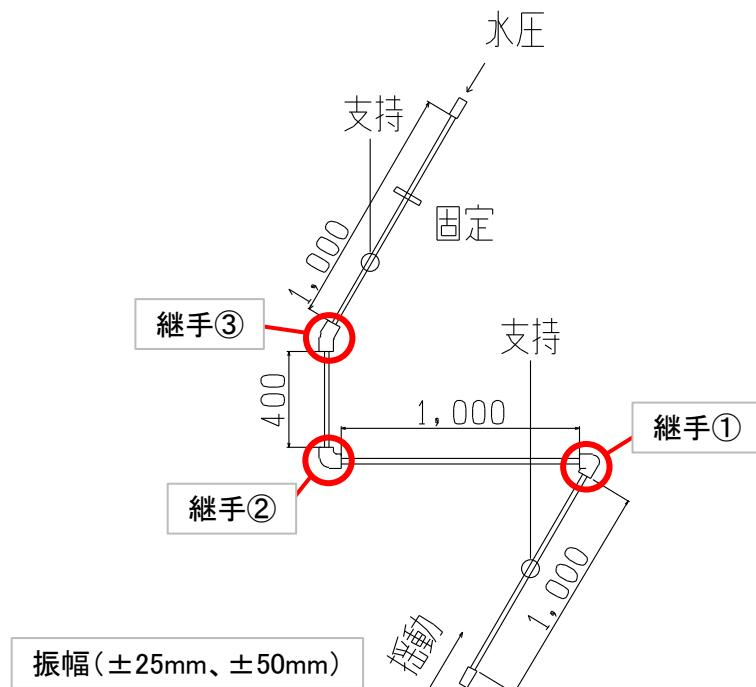

図 4-16 搖動試験 II 概略図
図 4-16 に示すように継手に管を接合し、水圧 0.6MPa、振り幅  $\pm 25\text{mm}$  及び  $\pm 50\text{mm}$ 、振り速さ 0.5Hz(30回/分)で 10,000 回搖動し、ナットの緩み及び漏れの有無を確認する。継手①、②、③(図 4-16 赤丸部)は通常施工状態より袋ナットを  $45^\circ$  締込不足とする。